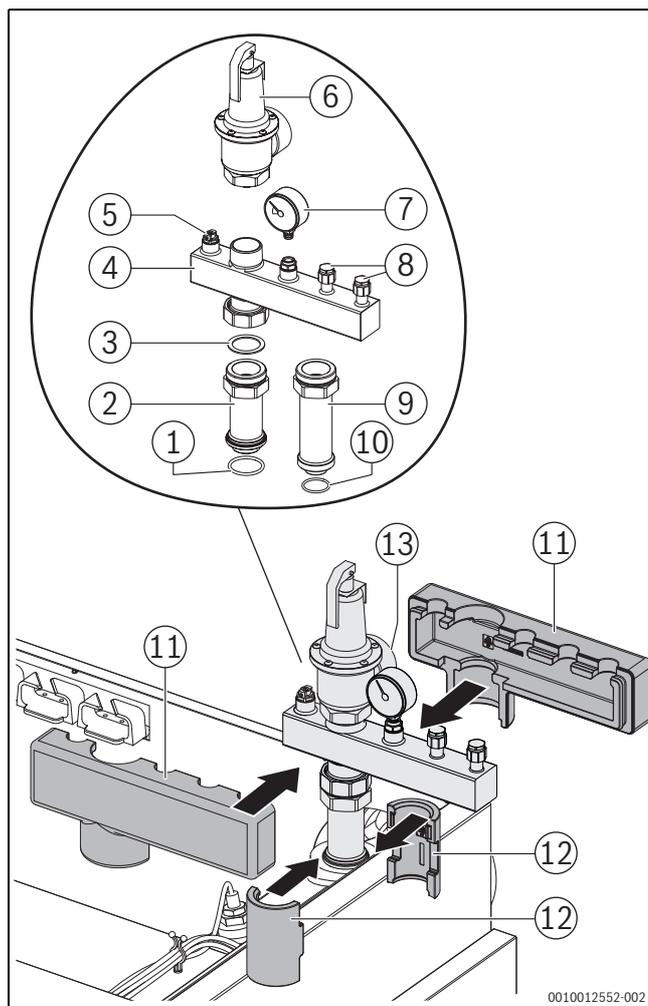

Fig. 19 Kit de sécurité 4-6 bars (illustration : version chaudière droite)
(→ Fig. 19 et 20)
- ▶ Étanchéifier la soupape de sécurité (→ fig. 19, [6]) au niveau du raccord fileté sur le groupe de sécurité de chaudière [4] à l'aide de produit d'étanchéité approprié (tenir compte de la position de montage ultérieure pour le dispositif d'écoulement [13]).
#### Légende des figures 19 et 20: